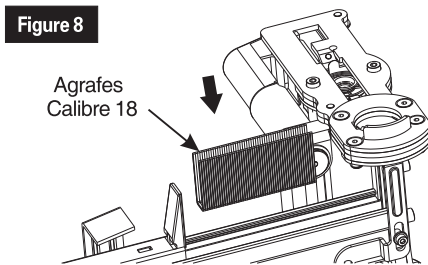

Figure 8
3. Insérez une rangée d'attaches dont les tiges chevauchent le rail du magasin. **Clois insérer dans l'outil à partir du bas.** (Voir figure 8.)
4. Poussez le Magasin interne(F) vers l'avant jusqu'à ce que le bouton du verrou (E) se soulève.